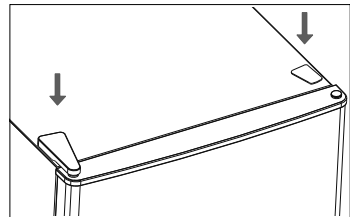

Abb. 15
- ▶ Setzen Sie die Scharnierabdeckung und die Schraubenabdeckung wieder auf (siehe **Abb. 15**).